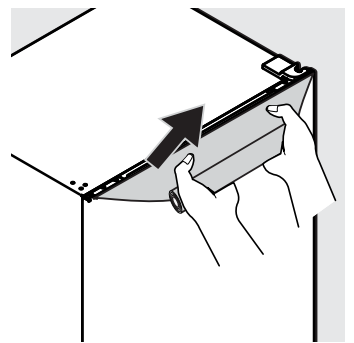

Fig. 3
- Reúna el exceso de película suelta y enróllala. Luego tire de la película hacia arriba (Fig. 3). Continúe tirando de la película hasta que esté aproximadamente a 2" del borde superior de la puerta. Con un movimiento lento y constante mientras mantiene un ángulo de 45° con el borde superior, tire del resto de la película, comenzando desde el lado izquierdo o derecho hacia arriba contra la tapa de plástico del extremo de la puerta.